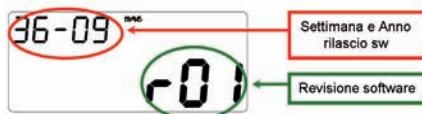
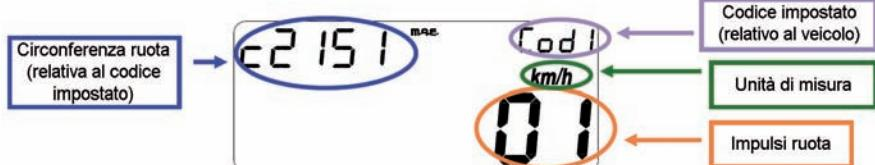

Fig. 17
Fig. 19
- I[^] pagina (ad ogni collegamento con la batteria veicolo): Versione e data di rilascio del software (per circa 3 secondi) (fig. 17).
- III[^] pagina (ad ogni accensione dello strumento): Visualizzazione dei parametri impostati (fig. 19).
- Visualizzazione delle schermate come fig. 17 e fig. 19 per circa 3 sec.